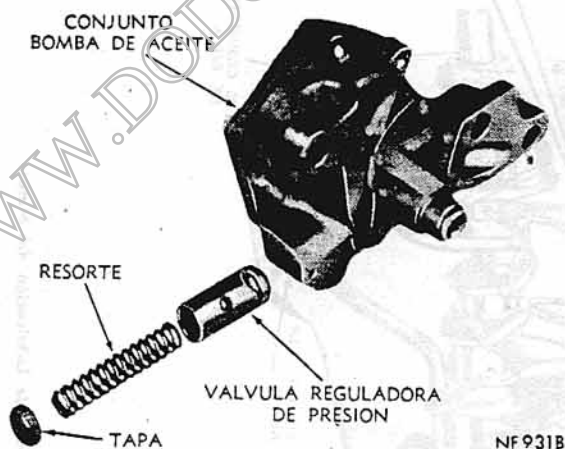

Fig. 3 - Válvula Reguladora, Resorte y Retén (extraídos).
- b) Sujétese el tornillo en una morza y mientras se sostiene la bomba, quítase la tapa golpeando suavemente el cuerpo de la citada. Tirese la tapa y retírese el resorte y la válvula reguladora (Fig. 3).